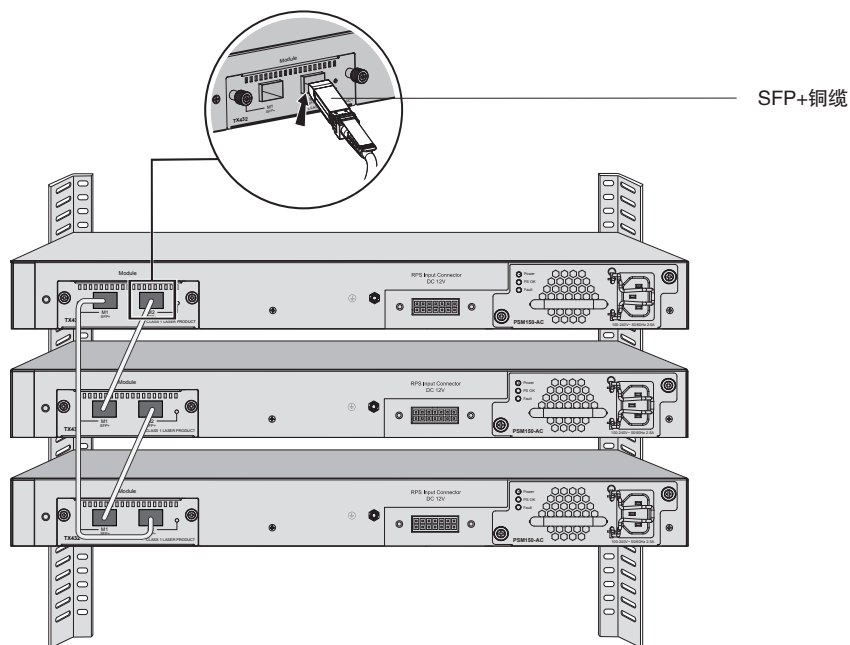

图3-7 使用接口模块扩展卡建立堆叠示意图
3. 将所有交换机断电，然后使用SFP+铜缆（如TP-LINK公司的TXC432-CU1M/TXC432-CU3M）将各交换机连接在一起，建议连接成环形拓扑结构以实现链路的冗余备份、提高网络可靠性，如图3-7所示。